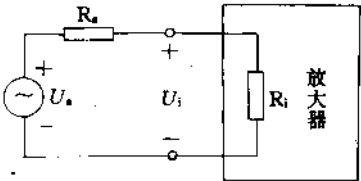

图 1-2
测量 R_i 的电路如图 1-2 所示。在测量时, 首先给放大器接入 $R_s = 1k\Omega$, $U_s = 10mV$ 的信
①测量交流电压时,首先要注意实验仪器和实验电路的共地。所谓“地”是指仪器或线路的公共端,当两个或多个电子仪器通过交流电源供电时,就需要将这些仪器各自的公共端接在一起,以使干扰最小。
②在测量交流电压时,应该测量对地的电位,而不是直接测量两点的电压。例如测量图 1-2 中电阻 R_s 两端的电压,应该分别测量 U_s 和 U_i , 然后通过 $U_s - U_i$ 得到 U_{R_s} , 若直接在 R_s 两端测量,电压表就不与信号源和实验线路共地了。
③另外,请注意在测量交流电压时应始终用示波器监视信号波形。如果在测量时电路存在着自激振荡或外来信号干扰,就应该先消除振荡和干扰后再测量。测量时还要注意波形是否失真,只有在波形不失真的情况下测量才有意义。
①取 $R_c = 2k\Omega$, $R_L = 2.7k\Omega$, 调节 R_p 使 R_b 变到最大和最小。
②取 R_b 为合适值 ($U_{CE} = 6V$), $R_L = 2.7k\Omega$, 改变 R_c 使之成为 $4k\Omega$ 。
③取 R_b 为合适值, $R_c = 2k\Omega$, 改变 R_L 。